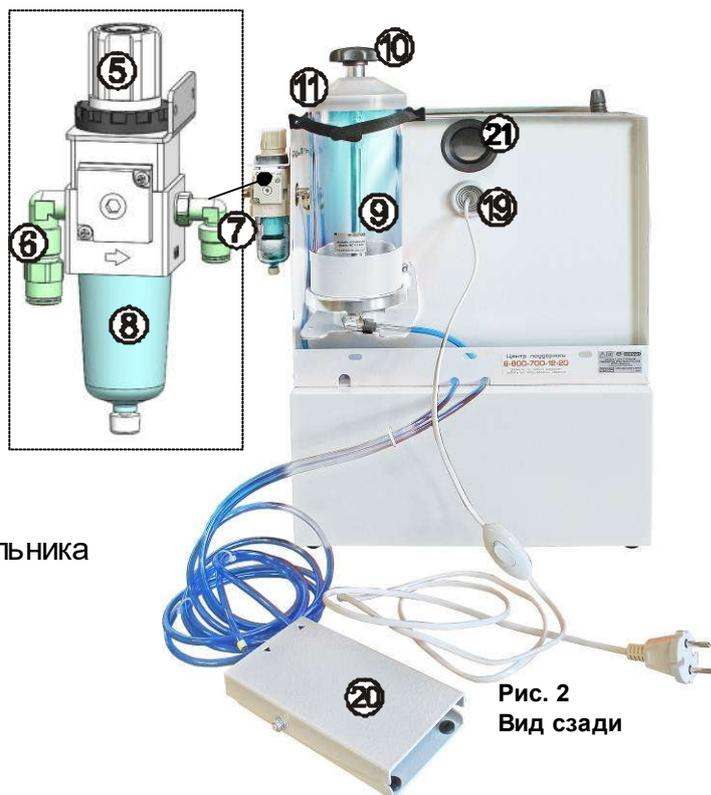

Рис. 2
**5.10** Подключить трубку (18) одним концом к штуцеру (6, рис.2), другим - к внешнему источнику воздуха (быстроразъемный штуцер), (см. **Меры безопасности**, Приложение «Эксплуатация быстроразъемного соединения»).